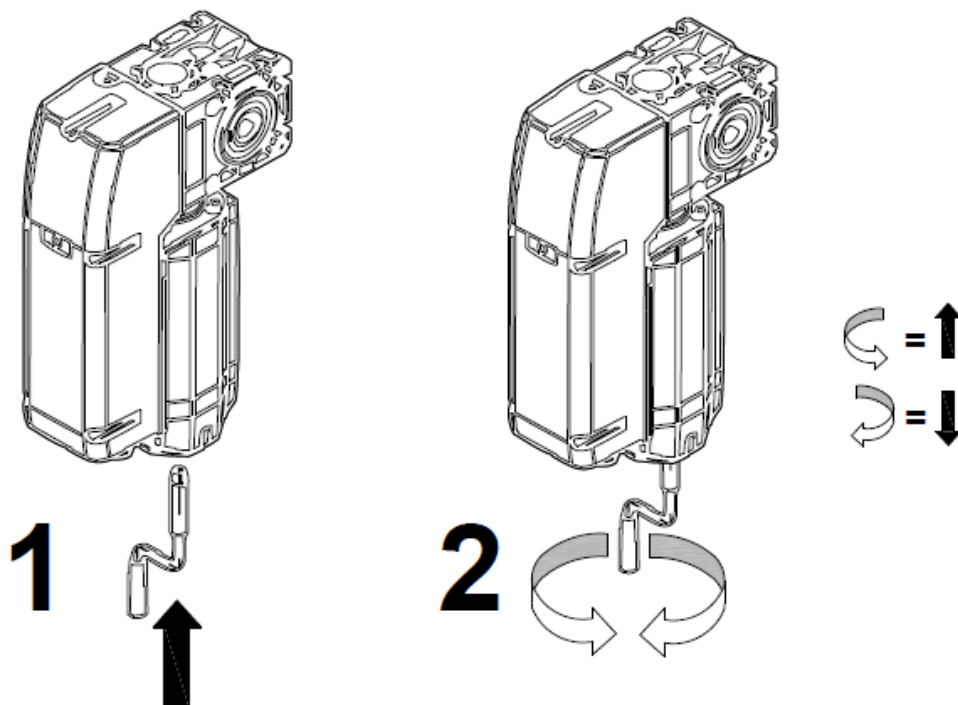

Рисунок 7-5. Ручное открывание при помощи ручки.
К воротам стандартно поставляется ручка, которая позволяет открыть ворота при пропадании электропитания. (Рисунок 7-5 в главе 7). Последовательность действий:
**Отключите вилку питания** (Данные ворота оснащены вилкой вместо выключателя «Стоп» с механической фиксацией) и вставьте ручку в отверстие под электродвигателем и управляйте воротами, как рекомендует Рисунок 7-5.